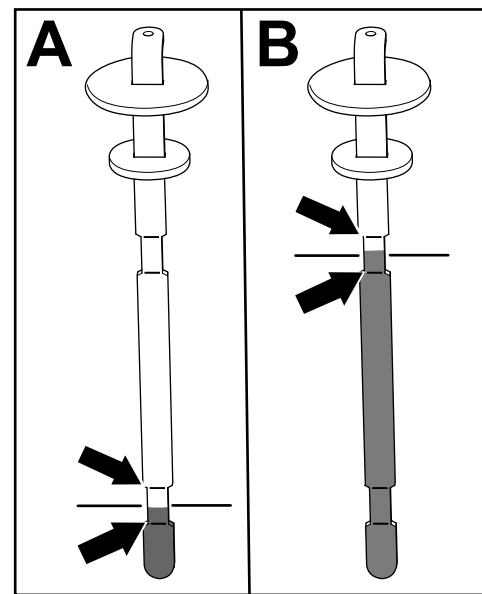

Bild 80
5. Nehmen Sie den Peilstab wieder heraus und prüfen Sie den Ölstand (Bild 80).
- **Bei angebautem Mähwerk:** Der Hydraulikölstand ist korrekt, wenn sich die Flüssigkeit zwischen den beiden Markierungen auf dem Ölpeilstab abzeichnet (A in Bild 80). Liegt der Flüssigkeitsstand über den unteren Markierungen ist dies auch ausreichend.
- **Bei installiertem Hilfs hydraulikkitt:** Der Hydraulikölstand ist korrekt, wenn sich die Flüssigkeit zwischen den beiden oberen Markierungen auf dem Ölpeilstab abzeichnet (B in Bild 80).